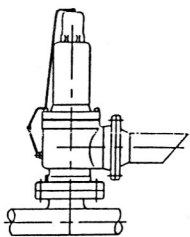

图1用于空气或其他气体
3.3.1 排放管的内径应不小于安全阀排出口口径，排放管的阻力应尽可能小。其阻力压降应小于阀门开启压力值的10%，以避免造成过大的背压力影响安全阀动作，对于不同介质的安全阀排放管的装设形式也有所不同（见例图1、2、3）。